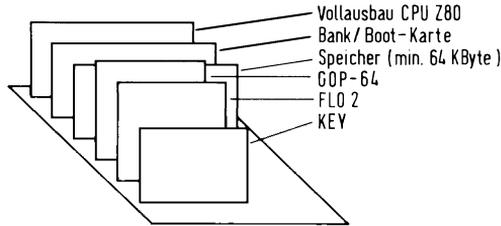

Abb. 4.5.7 CP/M-80-Konfiguration
*Abb. 4.5.7* zeigt die gesamte Anordnung. Neben der Bank-Boot-Baugruppe und der Vollausbau-CPU benötigt man noch eine Speicherbaugruppe mit 64 KByte, und natürlich die FLO2-Baugruppe, die die Floppy-Ansteuerung übernimmt. Weitere Speicherkarten können hinzugefügt werden, zum Beispiel um CP/M3.0 zu fahren oder eine RAM-Floppy zu betreiben. Die erste RAM-Baugruppe wird auf die Bank 0 eingestellt, also alle Brücken A16 bis A19 werden eingesetzt.